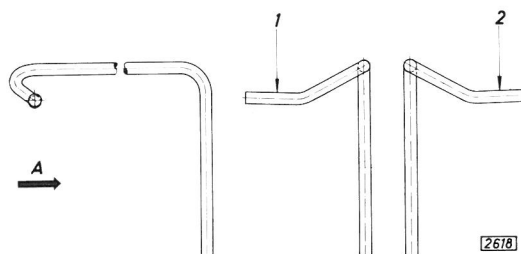

Bild 156 - Linke und rechte Kofferraumdeckelfeder
1. Beim Einbau darauf achten, daß die linke und rechte Feder nicht vertauscht werden (Bild 156), da sonst der Kofferraumdeckel nicht offen bleibt.